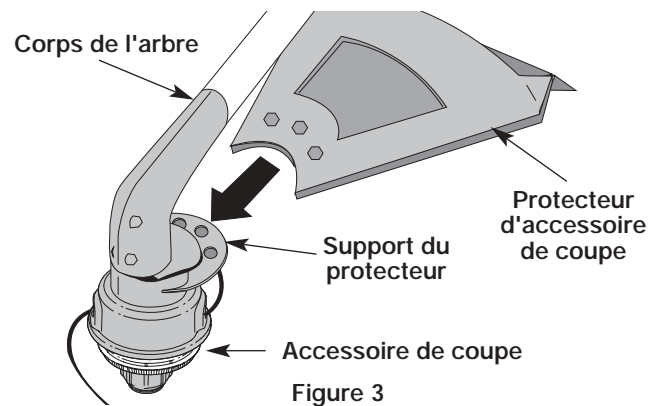

Figure 3
1. Glissez le protecteur d'accessoire de coupe dans son support, situé sur l'accessoire. Alignez les trous à vis du protecteur avec ceux de l'accessoire de coupe (Fig. 3).